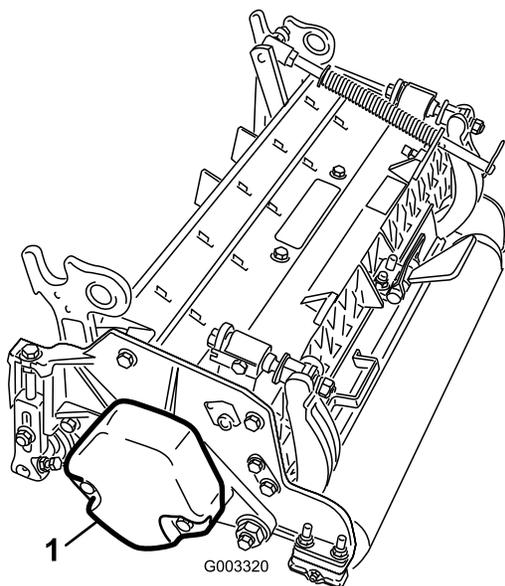

Рисунок 4
4. Убедитесь, что противовес (Рисунок 4) установлен с соответствующего конца режущего блока, как описано в *Руководстве по эксплуатации* режущего блока.